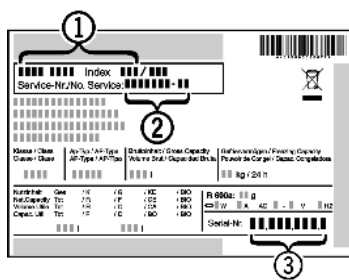

Fig. 12
- Наименование устройства Fig. 12 (1), сервисный № Fig. 12 (2) и серийный № Fig. 12 (3) считайте с заводской таблички. Заводская табличка находится внутри устройства слева.
- Обратитесь в сервисную службу и сообщите вид неисправности, наименование устройства Fig. 12 (1), сервисный № Fig. 12 (2) и серийный № Fig. 12 (3).